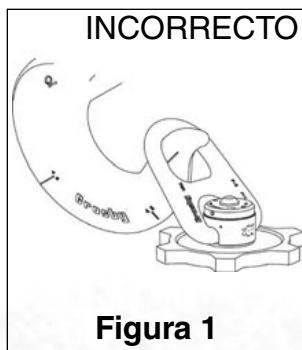

Figura 1
- Enganche el dispositivo de izaje asegurándose de que se ajuste libremente al aro del cáncamo (Figura 1).